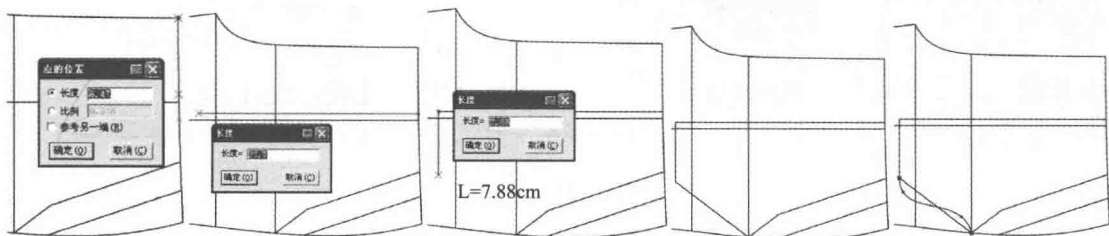

图 7-19 画袋布
(18) 选择  【智能笔】工具绘制袋布，并用  【调整】工具将袋布下口弧线调顺畅 (图 7-19)。